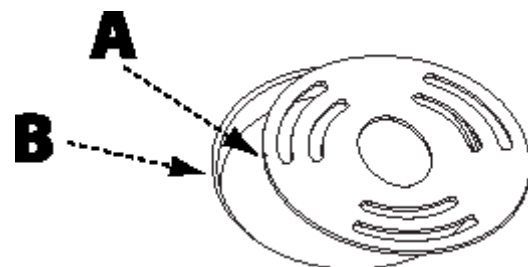

FIGURE 8
2. Faites glisser l'insert de table sur la broche. Assurez-vous que l'insert de table est correctement placé en alignant la petite rainure de l'insert de table (A) avec le petit onglet correspondant (B) dans la table, comme illustré à la Figure 8.